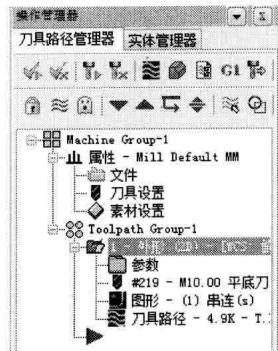

图 1-17 【刀具路径管理器】
- 【刀具路径管理器】：如图 1-17 所示，操作管理器把同一加工任务的各项操作集中在一起，如加工使用的刀具和加工参数等，在管理器内可以编辑、校验刀具路径、复制和粘贴相关程序。